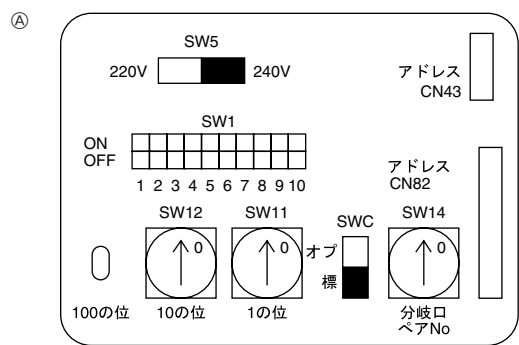

Fig. 7-4
7.3. Установка адресов (Fig. 7-4)